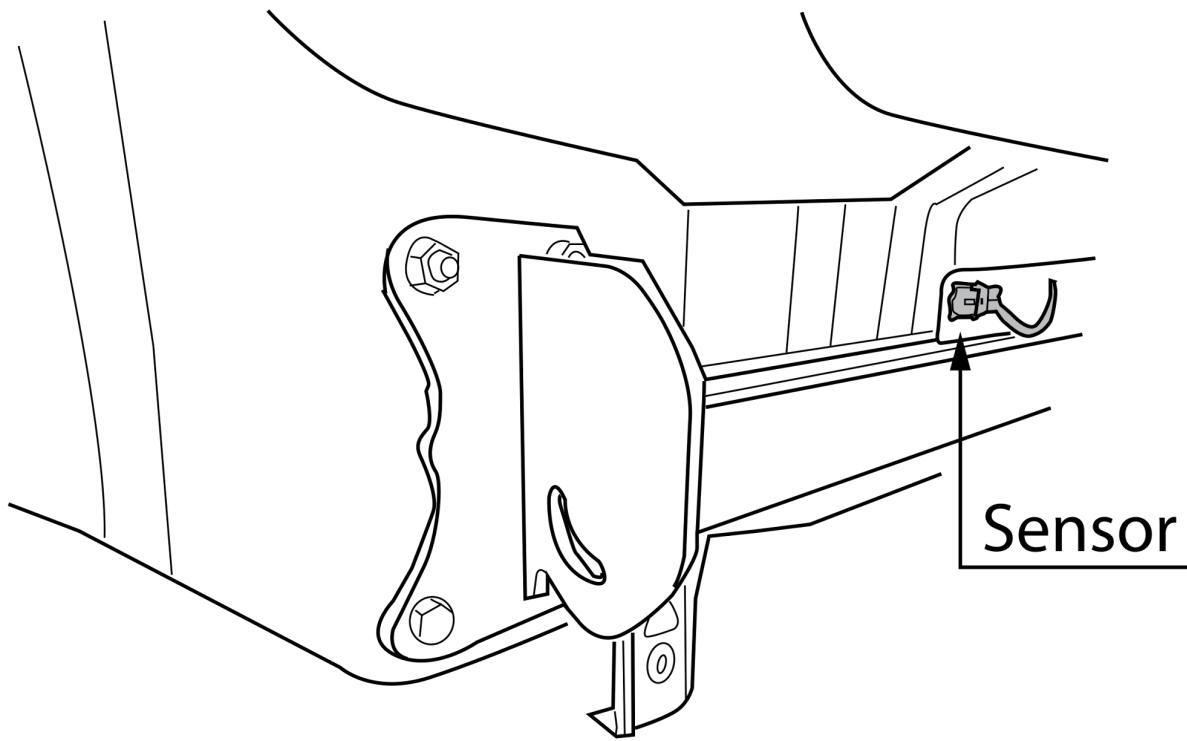

Fig. 3
- Внимание, если имеются: монтировать парковочный датчик. См. рисунок 3